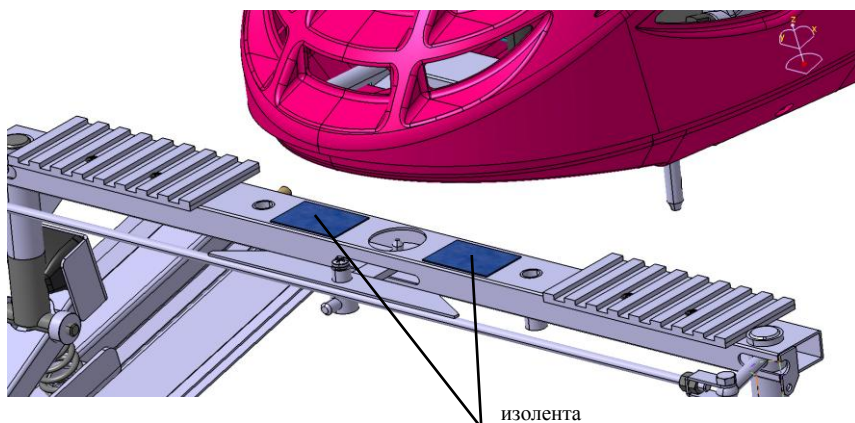

Рис.15
- 8.7 При ослаблении зажима на передней балке необходимо в сопряженном месте на плоскости балки наклеить отрезок изоляционной ленты размером 50x50мм (рис. 15).